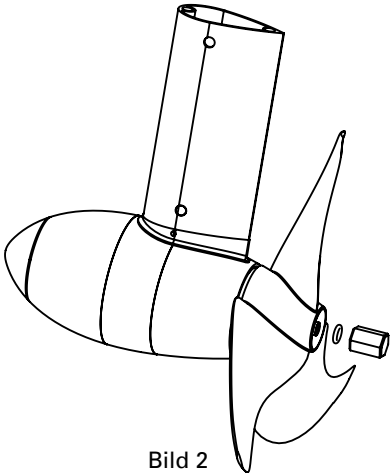

Bild 2
- Offeranod med gängor (Bild 2): Sätt O-ring 8,5 x 2 på drivaxeln och skruva sedan på offeranoden med handen.
- Offeranod med gängor (Bild 2): Sätt O-ringen 8,5 x 2 på drivaxeln och skruva sedan på offeranoden med handen.